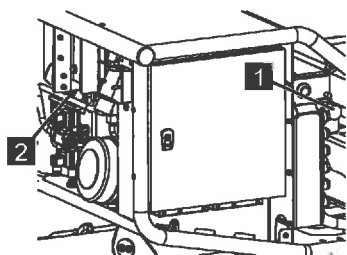

Abb. 196
2. Nach dem Servicebetrieb das Ventil [LS] (Abb.196/2) komplett heraus drehen, das Ventil [Stütze Kette] (Abb.196/1) gegen den Uhrzeigersinn entriegeln und die Abdeckhauben wieder anschrauben.